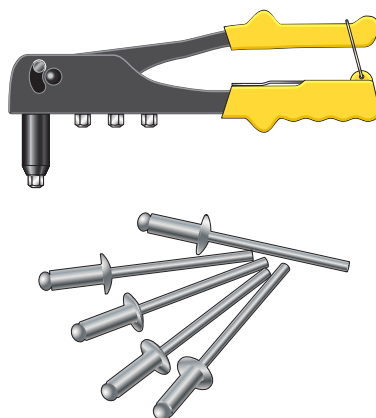

Рис. 5.49. Ручной
1. Соединение заклёпками с помощью *ручного вытяжного заклёпочника* (рис. 5.49) — инструмента, предназначенного для скрепления листовых металлов и пластмасс.